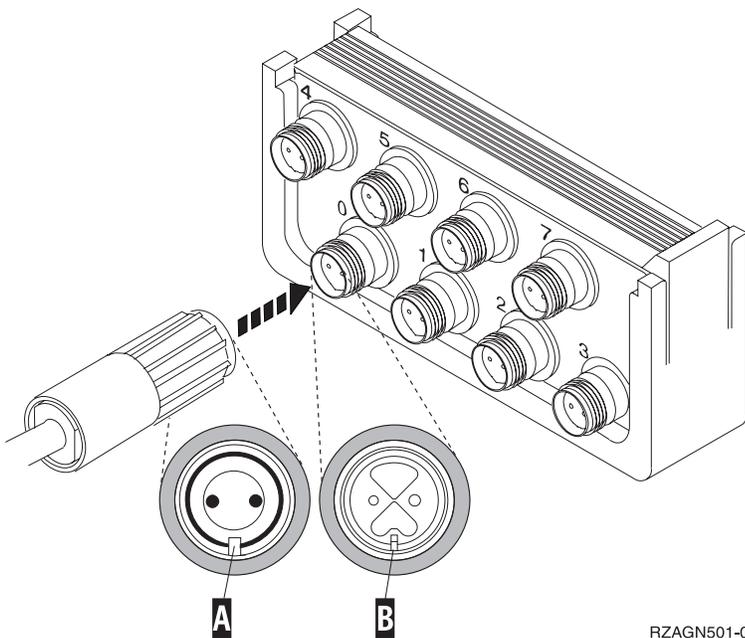

Figura 3. Dónde debe conectarse el cable de consola de la unidad del sistema
- ___ 6. Alinee la cuña **B** del **puerto 0** del conector de cable twinaxial de 8 puertos con la ranura **A** del accesorio de cable twinaxial (Figura 3).